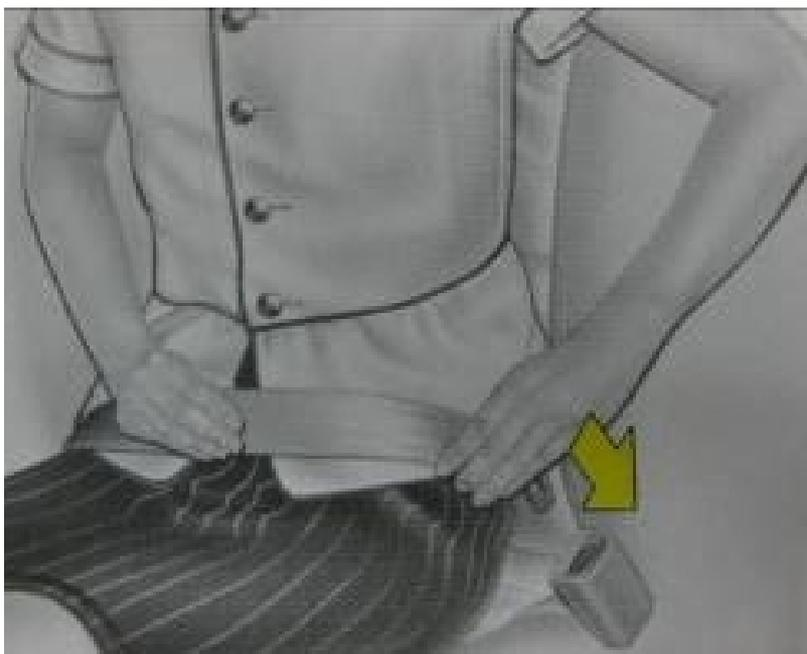
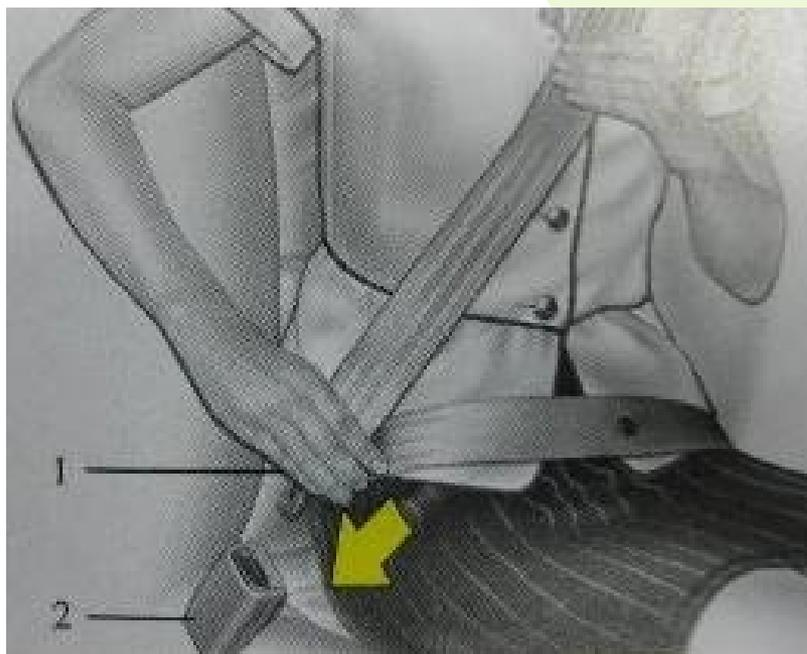

图6-84 两点式安全带
图6-85 三点式安全带
- ❖ 安全带的使用分两点式（图6-84）和三点式（图6-85），两点式一般用于后排中间座椅，其他位置一般用三点式。